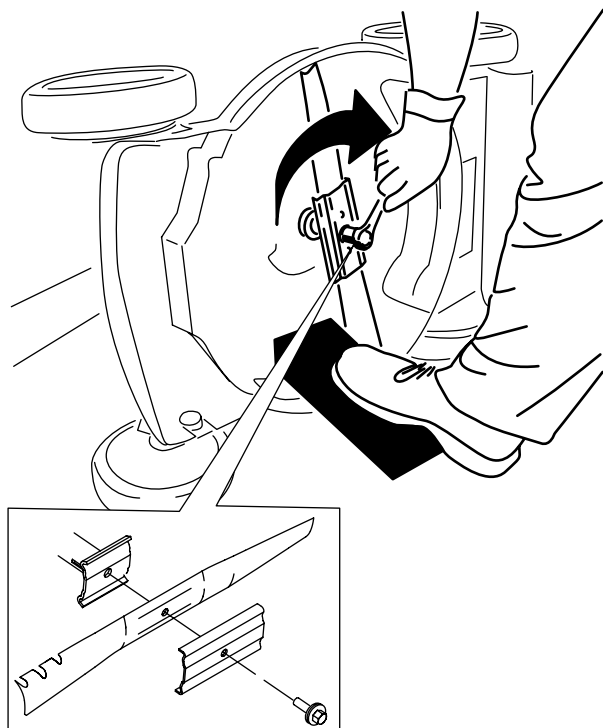

図 29
5. 新しいブレードを取り付ける。外したボルト類を使用する 図 29。